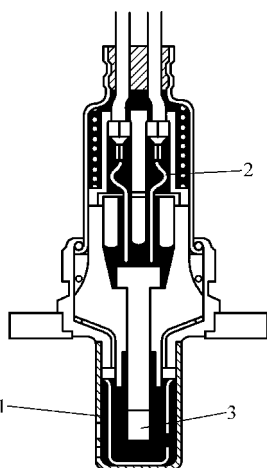

图 5-63 氧化钛式结构示意图
(2) 氧化钛式结构特点 氧化钛式氧传感器是利用二氧化钛材料的电阻值随排气中氧含量的变化而变化的特性制成的, 故又称电阻型氧传感器。二氧化钛式氧传感器的外形和氧化锆式氧传感器相似, 在传感器前端的护罩内是一个二氧化钛厚膜元件, 如图 5-63 所示。